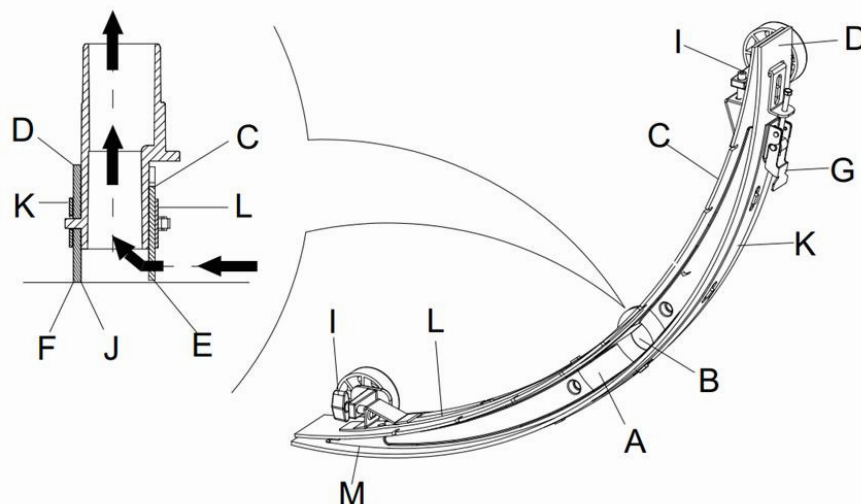
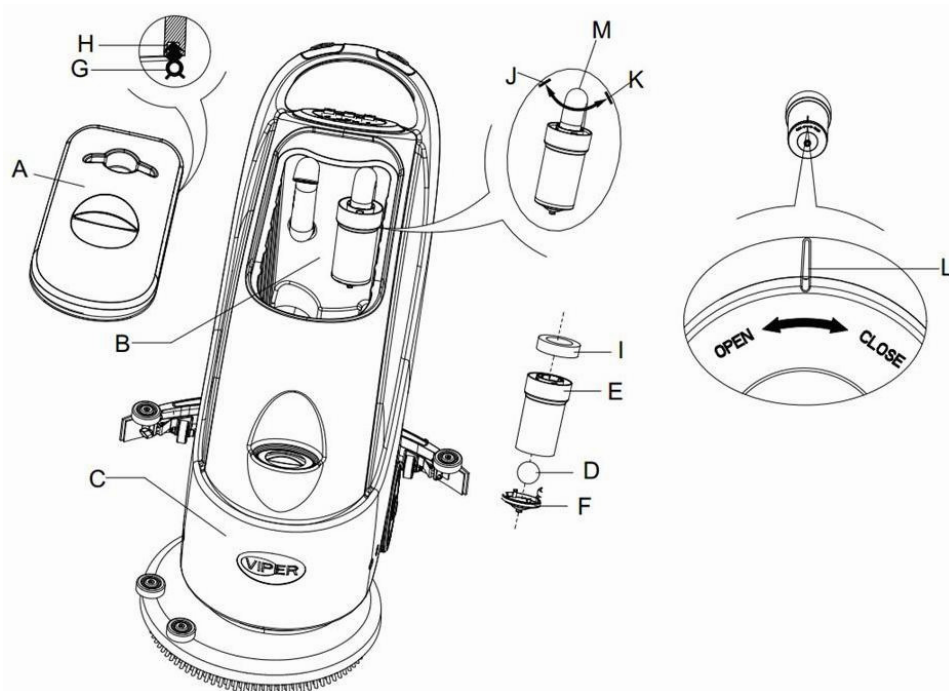

Figura 15
Figura 16
2. Premere l'interruttore (41) in posizione "O" per spegnere l'apparecchio.
3. Svitare il pomo di fissaggio (16) del tergipavimento; staccare il connettore che collega il tubo di drenaggio del tergipavimento, e staccare il tergipavimento.
4. Usare la manopola di sollevamento del tergipavimento (14) per sollevare il telaio di supporto del tergipavimento.
5. Pulire il tergipavimento (**Figura 15**). Pulire in particolare la scanalatura (**A**, **Figura 15**) e rimuovere sporcizia e frammenti dal tubo di aspirazione. Verificare che la lama frontale del tergipavimento (C) e la lama posteriore del tergipavimento (D) siano intatte, e se ci sono bordi incrinati o fessure. Cambiarli se necessario (fare riferimento ai passi nella sezione successiva).
1. Seguire le modalità riportate nella sezione precedente per pulire il tergipavimento (**Figura 15**).
2. Verificare il bordo (**E**, **Figura 15**) della lama frontale del tergipavimento e il bordo (F) della lama posteriore del tergipavimento (D). Lungo l'intera lunghezza, dovrebbero essere allo stesso livello. Altrimenti, regolarne le altezze attraverso la seguente procedura.
- Aprire il gancio (G) per far sì che la lama posteriore (D) si stacchi dal supporto (M) per la regolazione della posizione del tergipavimento. Quindi bloccare di nuovo il gancio.
- Allentare la manopola (I) per regolare la lama anteriore (C); stringerla dopo la regolazione.
3. Verificare se la lama frontale (C) e la lama posteriore del tergipavimento (D) sono intatte e se vi sono incrinature o fessure. Se necessario, cambiarle nel seguente modo. Verificare se il bordo frontale della lama posteriore (J) è usurato. Se usurato, può essere installato capovolto (il bordo
3. Aprire il coperchio del serbatoio di raccolta (A, Figura 15), e togliere il galleggiante (36) dal serbatoio di raccolta.
4. Usare acqua pulita per sciacquare il coperchio del serbatoio di raccolta (A), il serbatoio (B e C), e il telaio di supporto del filtro (E). Per mezzo del tubo di drenaggio (16), far uscire l'acqua dal serbatoio di raccolta.
5. Se necessario, seguendo i simboli "Aperto" e "Chiuso" come indicato nella Figura 16, aprire il serbatoio sul fondo (F) del filtro e pulire il galleggiante (D), il telaio di supporto del filtro (E), e il filtro di spugna (I). Dopo la pulitura, fissare il galleggiante al telaio di supporto del filtro (E), e poi allineare la scanalatura (L) del coperchio del fondo (F) del filtro galleggiante con la scanalatura (L) del telaio di supporto del filtro (E). Avvitare strettamente il coperchio (F) del filtro del galleggiante, e fissare il filtro di spugna (I) al telaio di supporto del filtro (E), e quindi al tubo di aspirazione (M).
6. Verificare l'efficacia della guarnizione di chiusura (G) del serbatoio di raccolta.
Se necessario, la guarnizione di chiusura del serbatoio di raccolta (G) può essere estratta dalla scanalatura (H) e sostituita. Nell'assemblare un nuovo serbatoio di raccolta, come mostrato nella **Figura 16** sotto, installare il connettore nella sezione mediana della parte posteriore.
7. Verificare che la superficie di inserimento della guarnizione di chiusura (G) sia intatta e la sigillatura sia efficace.
8. Chiudere il coperchio del serbatoio di raccolta (A).